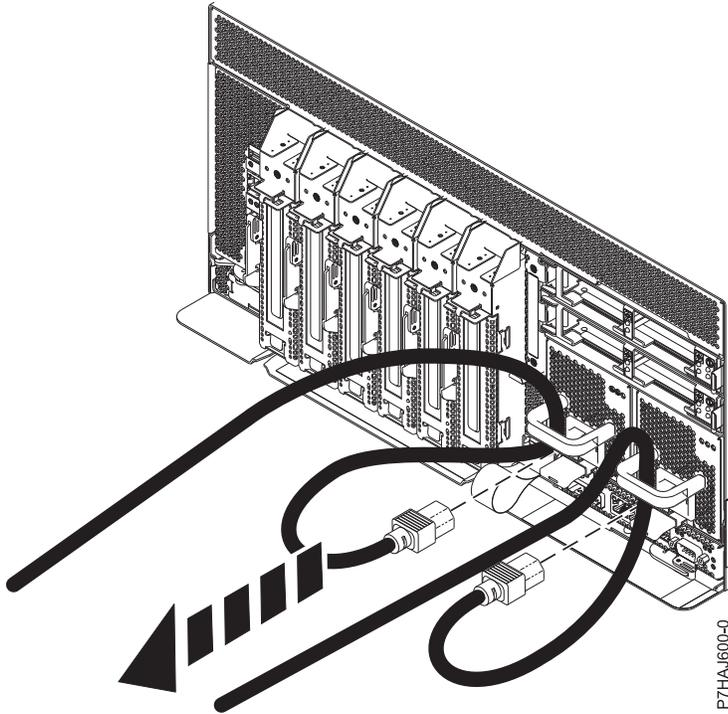

図 12. 電源コードの取り外し
3. 30 ページの図 12 に示すように、システム装置から電源コードを切り離します。